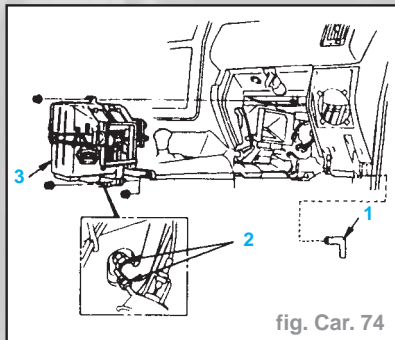

fig. Car. 74
- l'évaporateur (3) - écrous (fig. Car. 74).